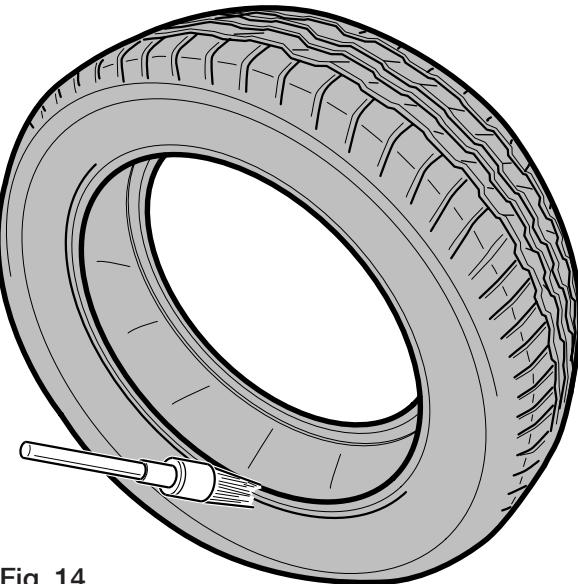

Fig. 14
- Avant de remonter le pneu, graisser abondamment toute la circonférence des deux talons, en utilisant de la graisse pour caoutchouc agréée par le fabricant du pneu (Fig. 14). La graisse évite d'endommager les talons en cas de torsion et facilite le montage du pneu. Vérifier que la jante et le pneu ne présentent pas de dommages qui pourraient avoir des répercussions sur le montage ou le gonflage.